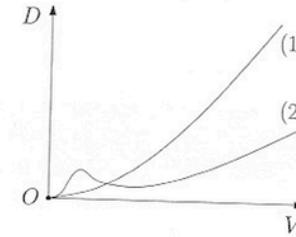

FIGURE 3
c) La figure 3 représente l'évolution de la trainée d'un catamaran équipé d'hydrofoils et d'un catamaran présentant les mêmes caractéristiques mais sans hydrofoil. Identifier les deux courbes. Commenter.